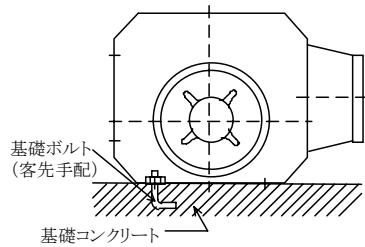
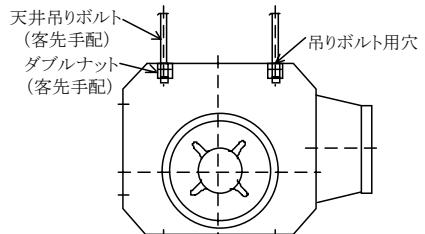

図2 床置型(例)
図3 天井吊り型(例)
(1) 床置型
- ① 十分な強度をもつコンクリート基礎に基礎ボルト（客先手配）をしっかりと埋め込み、ファンを水平に固定してください。（図2）
- ② ファンの下にはモルタルを流し、基礎と密着するよう施工してください。
(2) 天井吊り型
- ① 天井にあらかじめ埋め込まれた吊りボルトにより、ファンのベッドを水平に、4本の吊りボルト全部に荷重がかかるように取付けてください。
- ② 吊りボルトは十分な強度のもの（ボルト自身および埋め込み状態とも）をご用意ください。
- ③ 据付け後、吊りボルトのナットはダブルナットとし、ゆるみ止めを必ず行ってください。（図3）